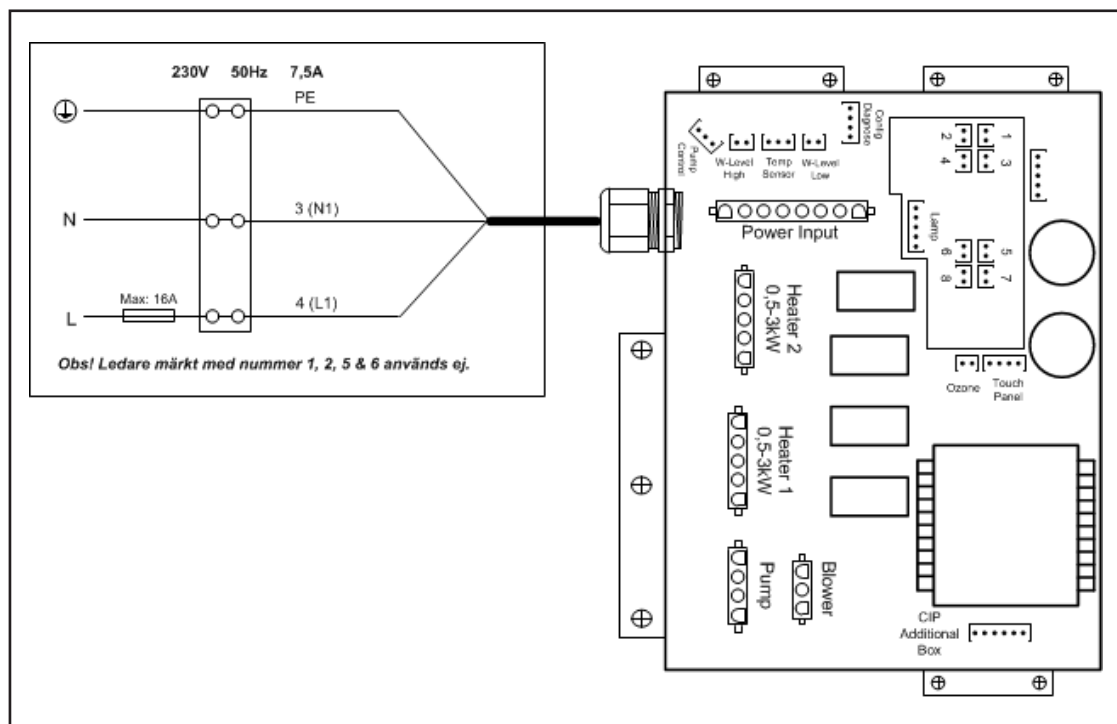

Bild 3.1 - Kopplingsschema för Nordhem Massage System 1
- Elinstallation skall utföras av behörig elinstallatör (se bild 3.1 nedan för kopplingsschema)